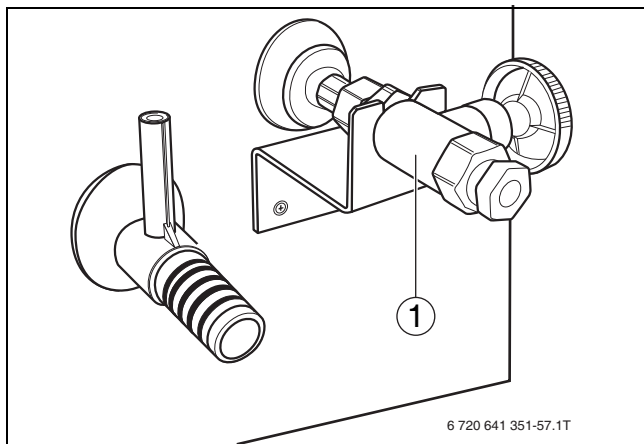

Bild 34 Öl-Absperrventil
- Ölschlauch mit der Dichtung am Öl-Absperrventil (→ Bild 34, [1]) montieren.
Außerhalb der Kesselverkleidung muss in der Ölzufuhr das Öl-Absperrventil (im Lieferumfang) installiert werden (→ Bild 34).